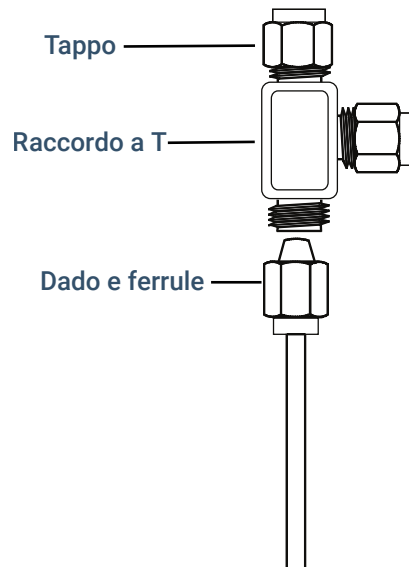

Figura 21. Raccordo Swagelok a T
1. Tagliare il tubo nel punto in cui si deve installare il raccordo a T. Collegare il tubo e il raccordo a T con un raccordo Swagelok. Vedere **Figura 21**.